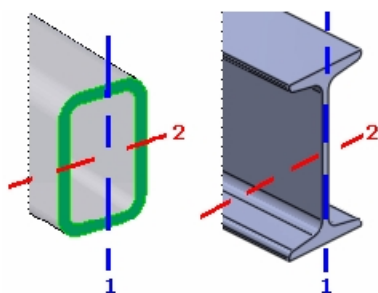

Рис. 4.29
– *Define Stress Plot (Определить эюру линейной деформации)* — створення епюр напружень, а саме: напруження по осі балки; максимальні напруження; напруження щодо напрямків балки; під напрямками балки розуміються умовні осі, проведені паралельно перерізу балки (рис. 4.29).